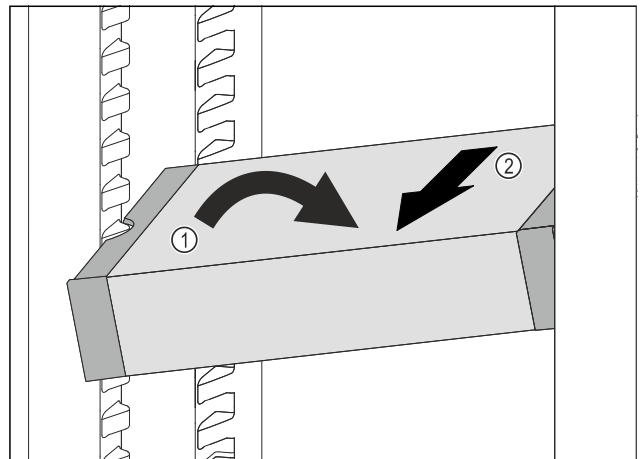

Fig. 125
- VarioSafe im Kühlteil schräg stellen. Fig. 125 (1)
- VarioSafe nach vorne entnehmen. Fig. 125 (2)